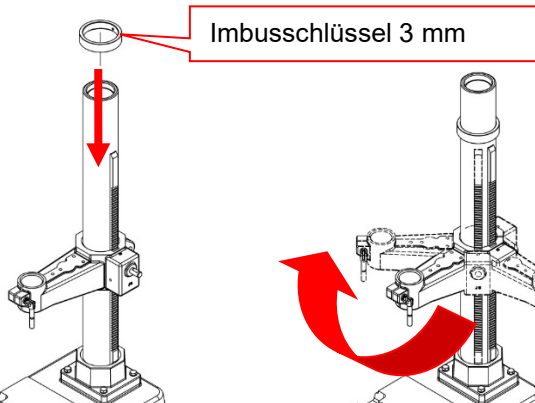

Abbildung 05
4. Schieben Sie den Säulenring mit der abgeschrägten Kante nach unten über die Säule **(Abbildung 05)**, bringen Sie die abgeschrägte Kante des Säulenrings über dem Träger an und ziehen Sie die Feststellschraube fest. Hinweis: Ziehen Sie die Stellschraube nicht zu fest an, da sonst der Säulenring zersplittern kann. Stellen Sie außerdem sicher, dass der Träger fest im unteren Ring sitzt. **(Abbildung 06)**